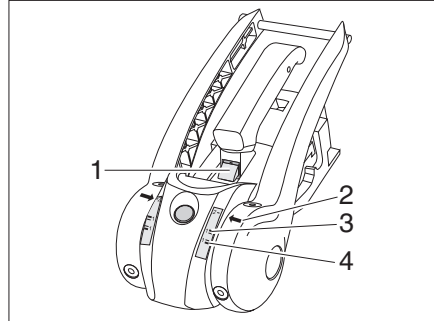

Bild 150 Förslitningskontroll friktionsbeläggning
- När den gröna markeringen syns (Bild 150,1) är friktionsbeläggen fram och bak fortfarande OK. Om den gröna markeringen inte längre syns måste friktionsbeläggen bytas.
- Är pilen (Bild 150,2) under Softdock-markeringen 1-grön (Bild 150,4) är friktionsbeläggen till höger och vänster OK. Är pilen (Bild 150,2) över Softdock-markeringen 1-röd (Bild 150,3) måste friktionsbeläggen bytas.
- Om den gröna markeringen syns (Bild 150,1) är kopplingskulan OK. Om den gröna markeringen inte längre syns är kopplingskulans diameter < 49 mm och kopplingskulan måste bytas.